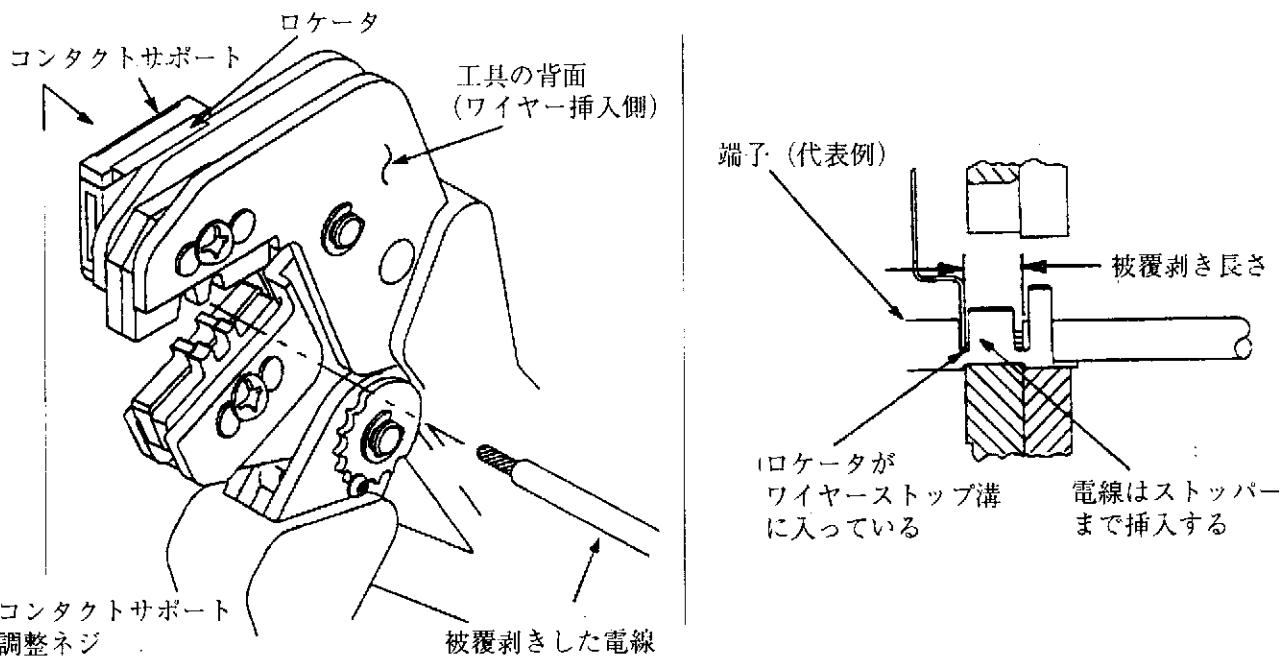

Fig. 3
#### 4. コンタクトサポートの調整 (Fig. 3)
Fig. 1 を参照し、使用する電線の電線サイズ、被覆外径を選択して下さい。また、Fig. 1 に示された長さに従って電線を被覆剥き（ストリップ）して下さい。この際電線に傷を付けたり心線を切らないように注意して下さい。適用する端子を選び、工具に刻印されたマークに従って正しい圧着位置を決定します。Fig. 3 を参照し、以下の手順で圧着して下さい。
- 端子の位置決めをします。勘合側がロケータ側に来て、バレルの”U”字が上を向くようにして端子をアンビルの上に置きます。Fig. 3 を参照して下さい。ロケータがワイヤバレルの先端に当たるようにします。
5. 被覆剥きした電線を端子のバレル部に挿入します。Fig. 3 に示す様にストッパーに当たるまで挿入して下さい。